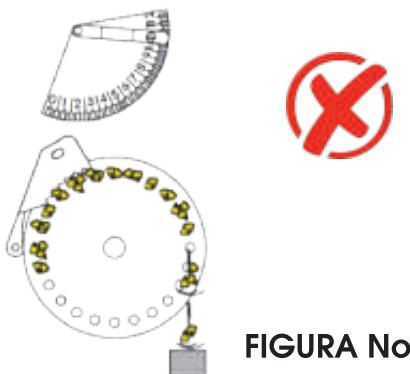

FIGURA No. 22
- El selector de semilla esta regulado a valores altos (tienden a 12), los orificios quedan descubierto y la acción del regulador es casi nula (**Figura No. 22**), se necesita mover la palanca reguladora a valores mas bajos.